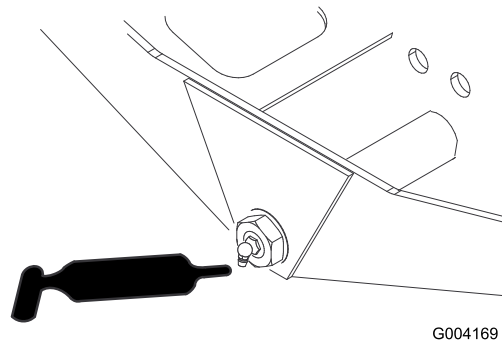

Bild 32
- Achsenlenkzapfen (1) (Bild 32)